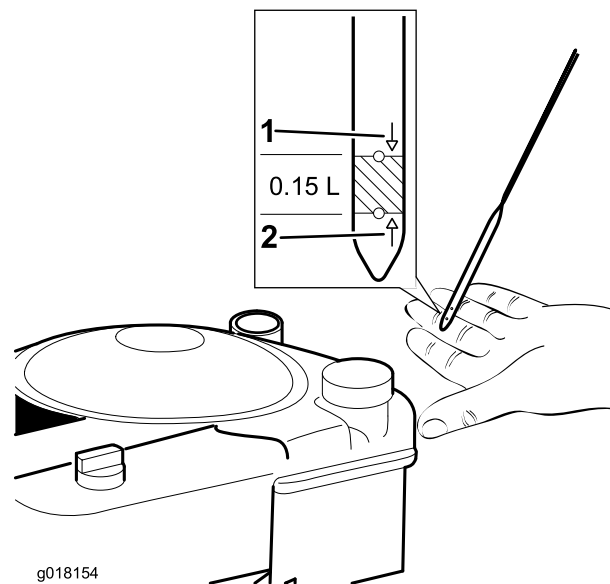

Figura 10
3. Se il livello dell'olio è insufficiente, versate **lentamente** dell'olio nel tubo di riempimento, attendete 3 minuti, poi controllatene il livello con l'apposita asta: pulite l'asta e inseritela completamente nel tubo (Figura 10).